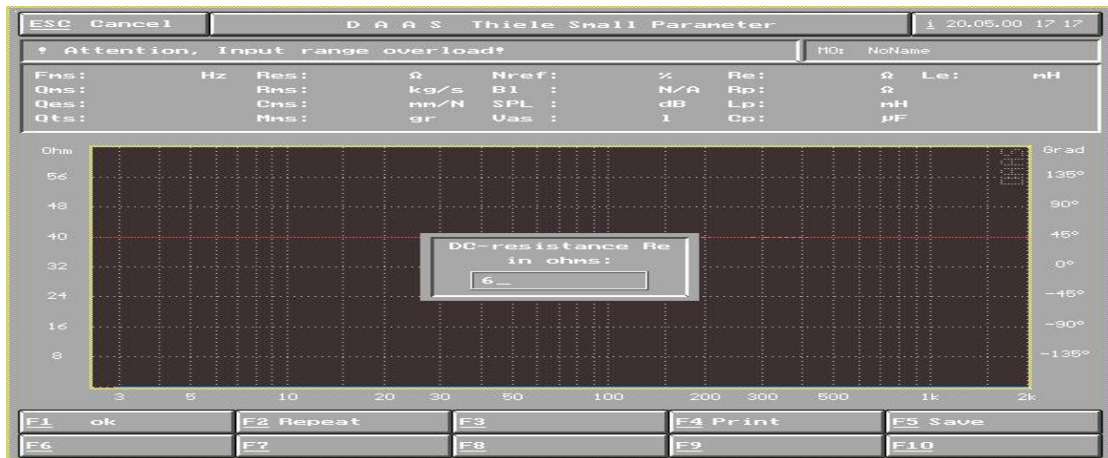
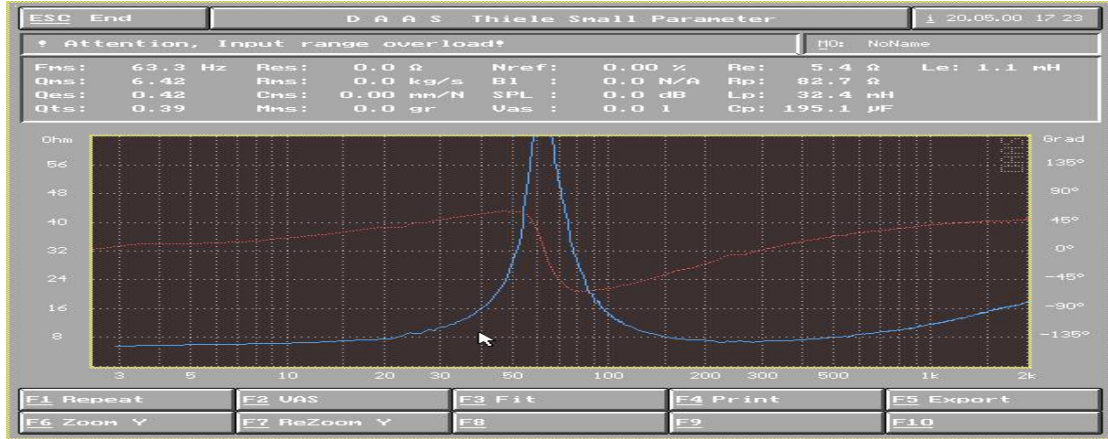

图 28
图 29
- 6) 在中央询问框输入扬声器为直流电阻 (图 28) 后确定即得到扬声器  $F_{ms}$  值及  $Q_{ts}$  值 (图 29)
- 7) 若要继续测得 VAS 值, 在图 29 中点按 F2 VAS 键